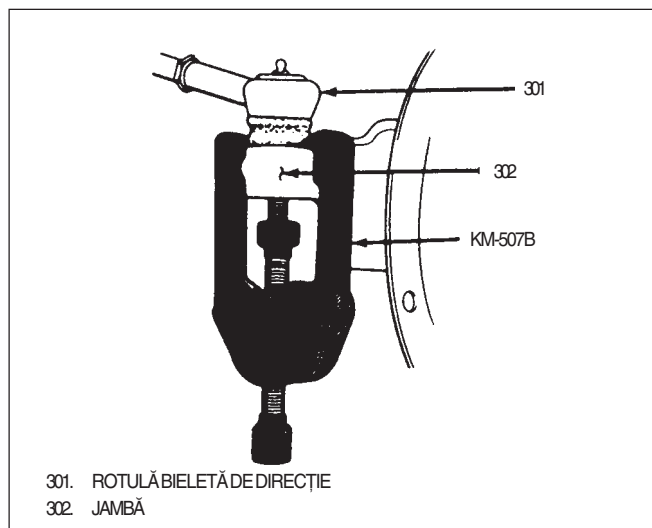

Fig. 5 Separarea rotulei bieletei de direcție
- 8) Separați rotula bielei (301) folosind dispozitivul KM-507B (fig. 5).
- 4) Rotula bieletei la jambă (fig. 5).